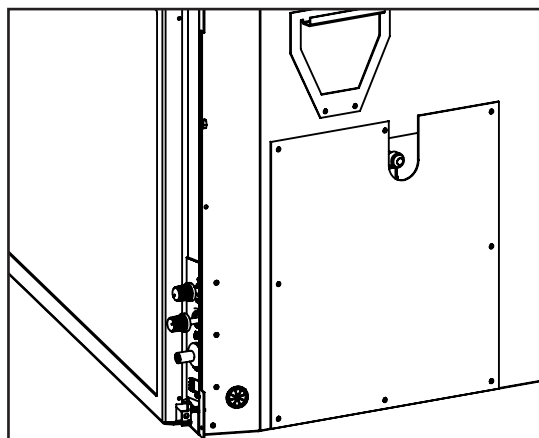

Figure 25: Tétine de tuyau mâle 3/8" NPT avec couvercle attaché.
- Une tétine de tuyau mâle 3/8" NPT (fourni avec l'appareil) devra être mis dans la valve à l'arrière côté inférieur gauche de ce foyer (voir les figures 25 et 26). Consultez les autorités locales pour les codes locaux ou utilisez le Code d'installation CAN / CGA B149 (1 ou 2) au Canada. Pour les installations de gaz aux États-Unis, suivez les codes locaux ou de l'édition actuelle du Code du Carburant au Gaz ANSI Z223.1.